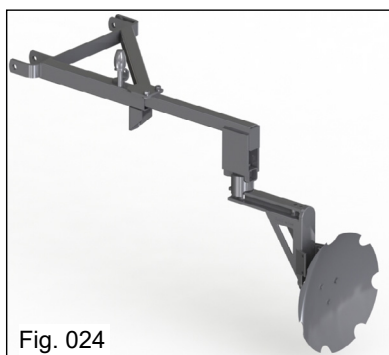

Fig. 024
- Possui haste telescópica para as diversas regulagens de espaçamento de plantio e disco côncavo recortado de 18" para marcar a linha no solo. (Fig. 024).